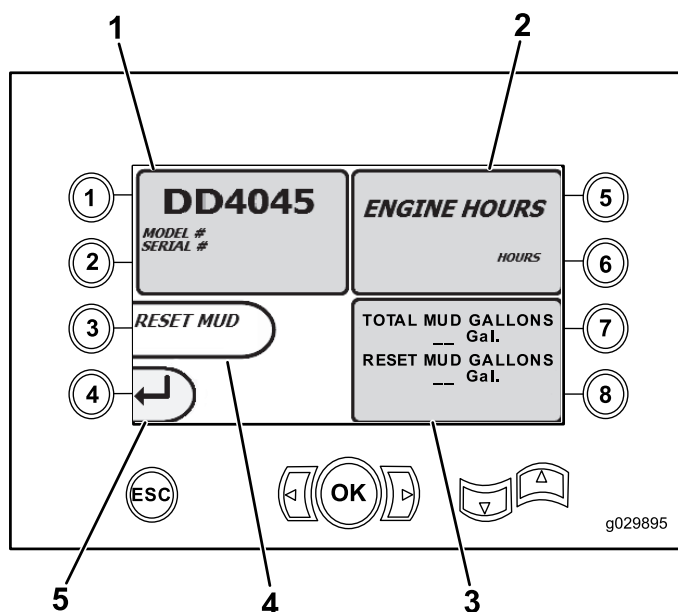

Рисунок 10
- Кнопка 1 – Экран информации о машине (страница 7), как показано на Рисунок 10
- Модель и серийный номер машины (Рисунок 10).
- Нароботка двигателя машины в часах (Рисунок 10).
- Количество галлонов использованного бурового раствора и сбрасываемое количество использованных галлонов бурового («глинистого») раствора (Рисунок 10).
Примечание: Нажмите кнопку 3 для сброса количества использованных галлонов бурового раствора (или «глинистого» раствора) с момента последнего сброса этого значения (Рисунок 10).